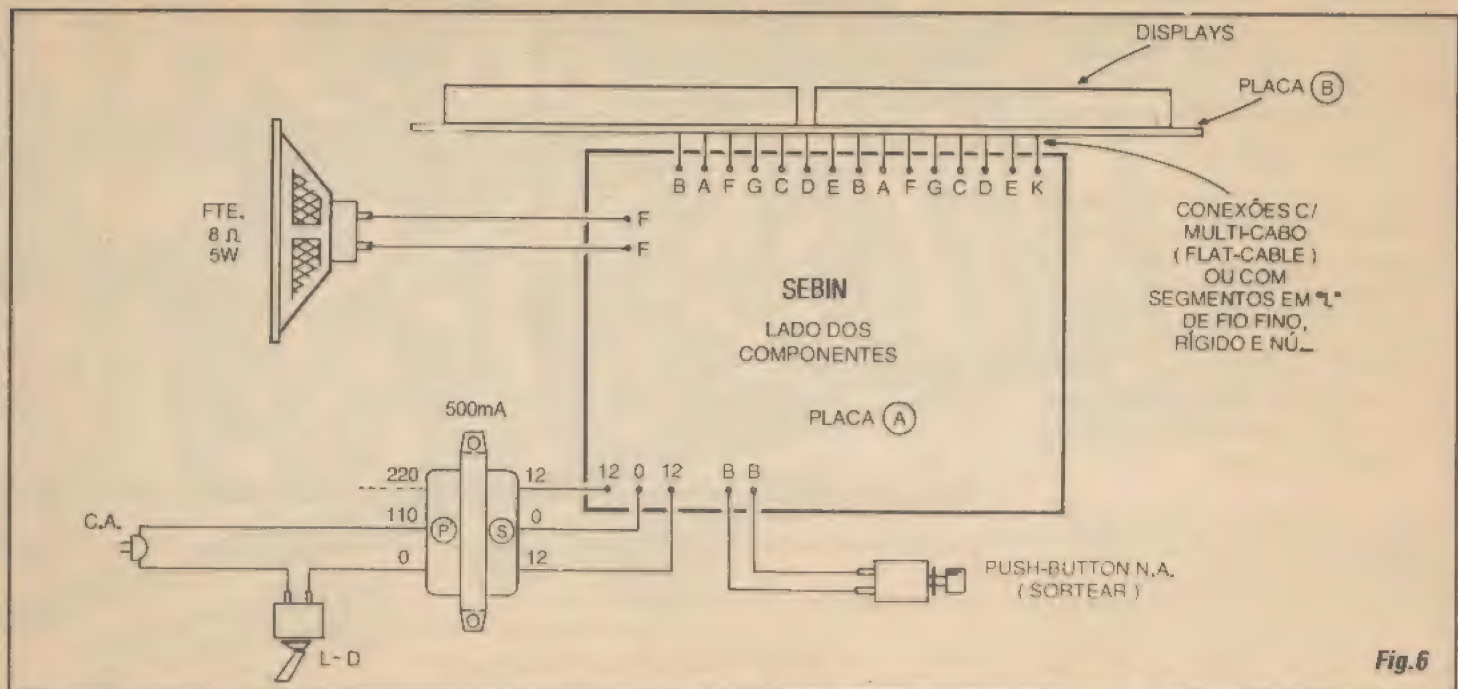

Fig.6
- FIG. 6 - CONEXÕES EXTERNAS ÀS PLACAS (E ENTRE AS PLACAS...) - O diagrama mostra, simultaneamente, as ligações periféricas (das placas *para fora*...) e as conexões *entre* as duas placas que forma o arranjo eletro-mecânico do *SEBIN*... A vista é ortogonal à face não cobreada da placa principal A... As ligações do alto-falante e do *push-button* de JOGAR (SORTEAR) são muito simples e diretas, sem problemas pois tais componentes não são polarizados... Já as ligações ao *secundário* do trafo exigem mais atenção, feitas aos respectivos pontos 12-0-12 da placa... Ainda quanto ao transformador, notar que as ligações do seu *primário* correspondem à tensão de rede de 110V... Se a rede local for de 220V, basta *trocar* a conexão indicada, por aquela vista em tracejado (sem ligação, na figura...). O item mais importante, contudo, do diagrama, é a interconexão das placas A e B, que deve ser feita através de pequenos "L" de fio nú e rígido, entre as respectivas barras de contatos codificados com letras... Observar bem a posição relativa de ambas as placas, sendo que a B deve ser acomodada com o par de *displays* voltado *para fora* (opostos, portanto, à